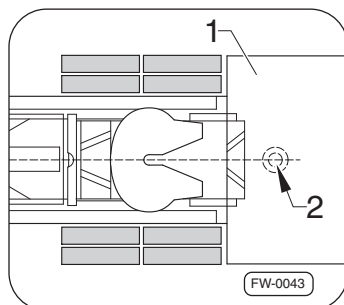

Fig. 10 · Aligner le tracteur et la semi-remorque
4. Placer le tracteur devant la semi-remorque ⇒Fig. 10, –pos. 1–.